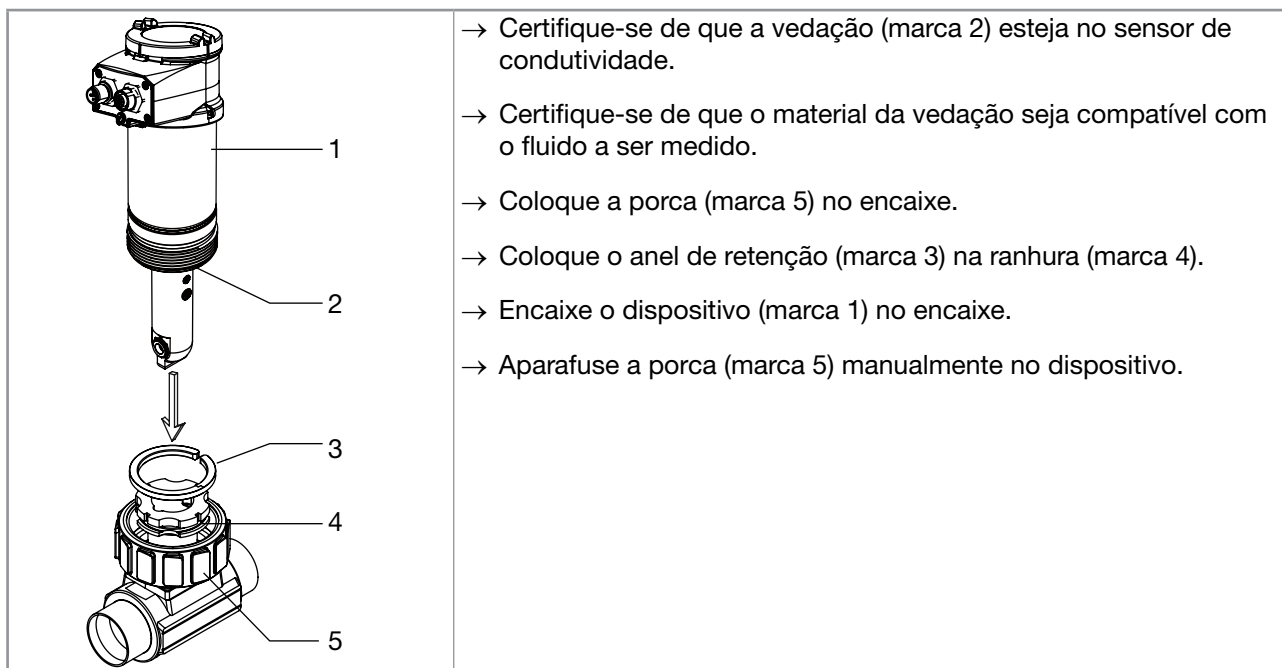

Fig. 10: Instalação de uma variante de dispositivo com porca G 2" em um encaixe tipo S020
- Instale o dispositivo no encaixe conforme mostrado na Fig. 10: